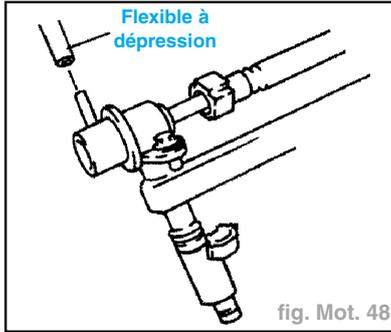

fig. Mot. 48
- Débrancher le flexible à dépression du régulateur de pression et mesurer la pression de canalisation d'alimentation (fig. Mot. 48).